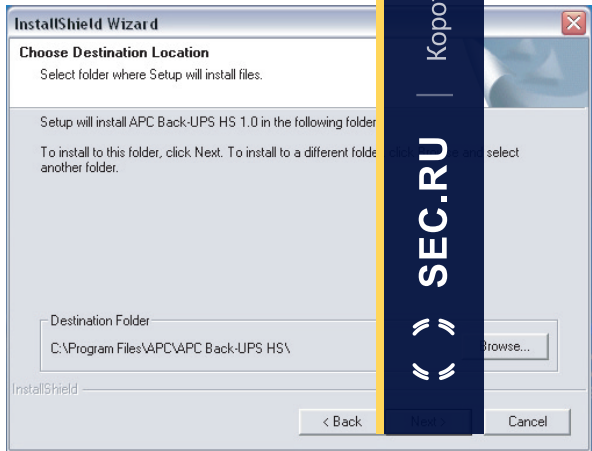
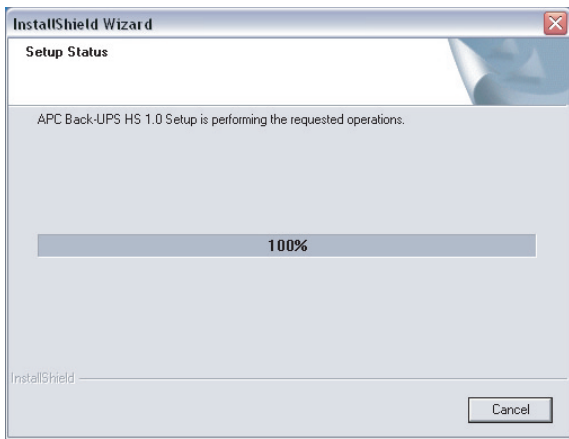

Рисунок 4. Окно выбора директории установки ПО
Рисунок 5. Окно состояния установки
5. Затем программа инсталляции выведет на дисплей **Окно выбора директории установки (Choose Destination Location)** (Рис. 4). Чтобы выбрать место для установки ПО выберите опцию **Browse (Обзор)** (или **Выбор директории установки по умолчанию – просто нажмите кнопку Next (Далее)**). При этом на дисплее появится окно **Состояния установки (Setup Status)** (Рис. 5). Для прекращения установки программы нажмите кнопку **Cancel**.